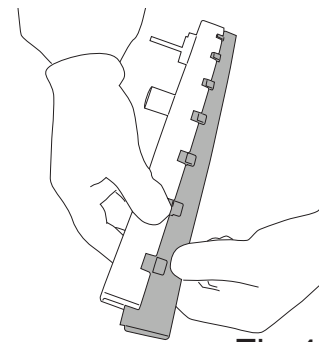

Fig.41
- Ziehen Sie die Gruppe an den Sauglippen heraus (Abb. 41).